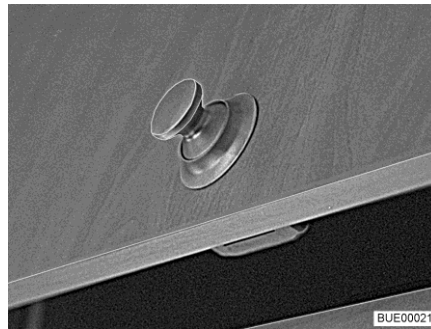
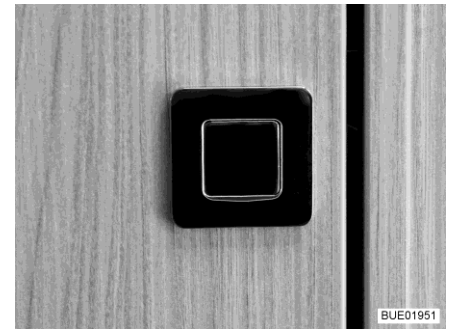

Bild 50 Möbelklappe mit Druckknopf (rund)
Bild 51 Möbelklappe mit Druckknopf (rechteckig)
- Innenteil des Schlosses drücken. Der Druckknopf (Bild 50 oder Bild 51) springt heraus.